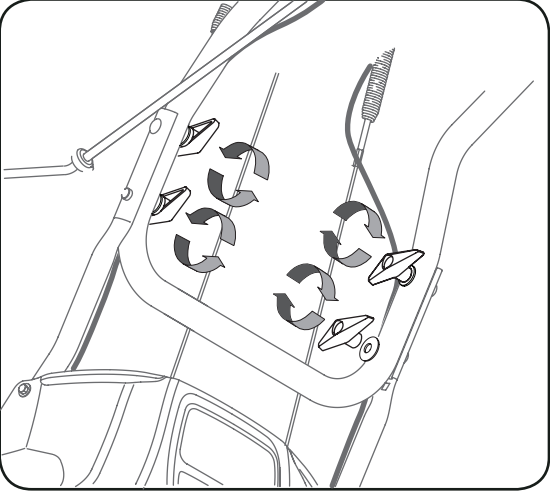

Figure 2
- Enlevez les boutons, les rondelles et les boulons ordinaires inférieurs de chaque côté du guidon inférieur. Voir la Figure 2.